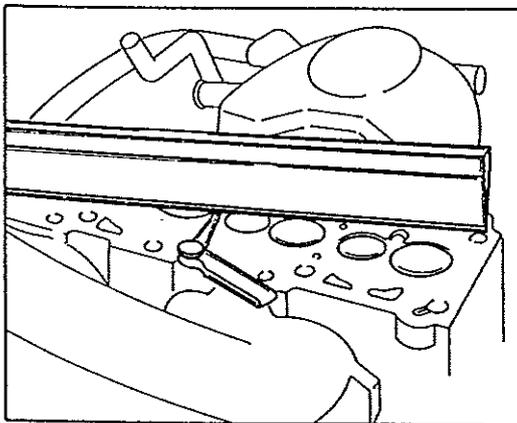

Bild 29: Zylinderkopf überprüfen
- (4) Zahnriemenrad für Nockenwelle
- (5) Flanschschraube
- (6) Sechskantschraube
- (7) Sechskantschraube
- (8) Zahnriemen
- (9) Zylinderschraube
- (10) Zylinderkopf
- auf Verzug überprüfen (siehe Bild 29)
- (11) Zylinderkopfdichtung